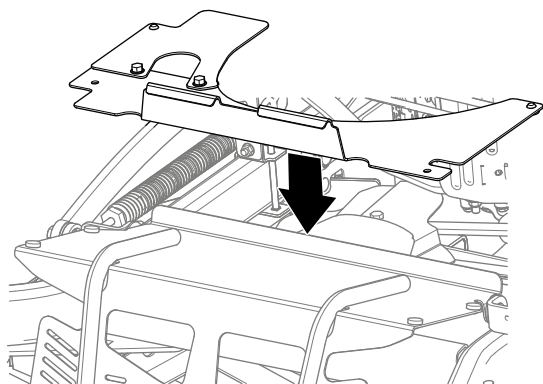

Figura 36
1. Monte a extensão da proteção na máquina como se mostra na Figura 36.